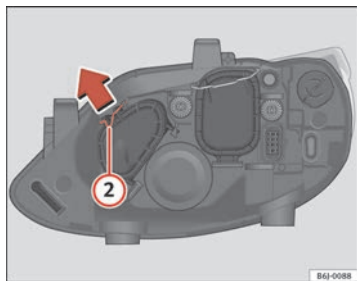

Fig. 135 Abbaglianti
- Far scorrere il tirante ② nel senso della freccia e sfilare la chiusura ⇒ fig. 135.